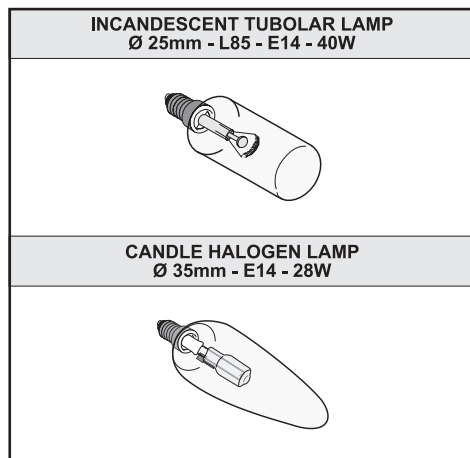

Fig.8
• Remplacement des ampoules à incandescence/LED (Fig.8):